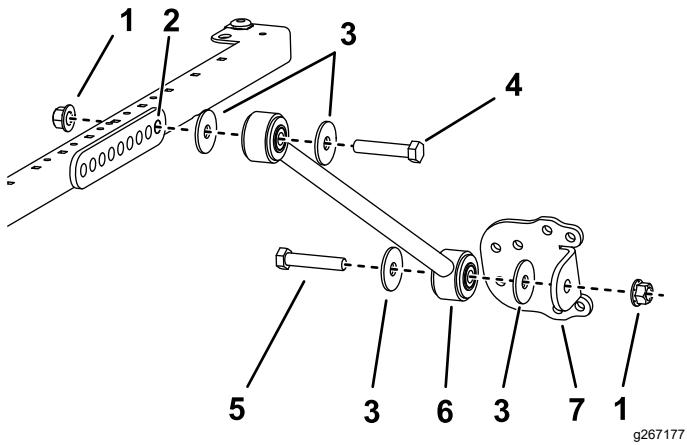

Рисунок 30
- На моделях 03820, 03821, 30604, 30605, 30608 и 30609 с каждой стороны рамы солнцезащитного навеса прикрепите, не затягивая, подпорку к **заднему** отверстию кронштейна подпорки с помощью болта ($\frac{1}{2}$ x $2\frac{1}{2}$ дюйма), шайбы ($\frac{1}{2}$ дюйма) и фланцевой гайки ($\frac{1}{2}$ дюйма), как показано на Рисунок 30.
11. Прикрепите, не затягивая, кронштейн подпорки к каждой подпорке с помощью болта ($\frac{1}{2}$ x $2\frac{1}{2}$ дюйма), шайбы ($\frac{1}{2}$ дюйма) и фланцевой гайки ($\frac{1}{2}$ дюйма), как показано на Рисунок 30.